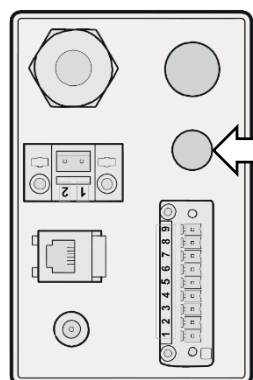

Fig. 7a
- Passare il cavo, collegato al sensore nella "FASE 1", attraverso il foro predisposto sul lato della morsetteria Fig. 7a e 7b;